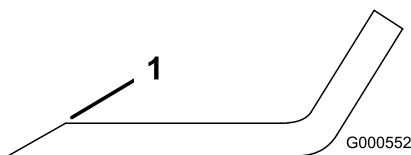

Bild 66
- Schärfen Sie die Schnittkante an beiden Enden des Schnittmessers mit einer Feile (Bild 66).
Hinweis: Feilen Sie, wenn das Schnittmesser nicht ausgewuchtet ist, vom Flügelbereich des Messers etwas Metall ab (Bild 66).